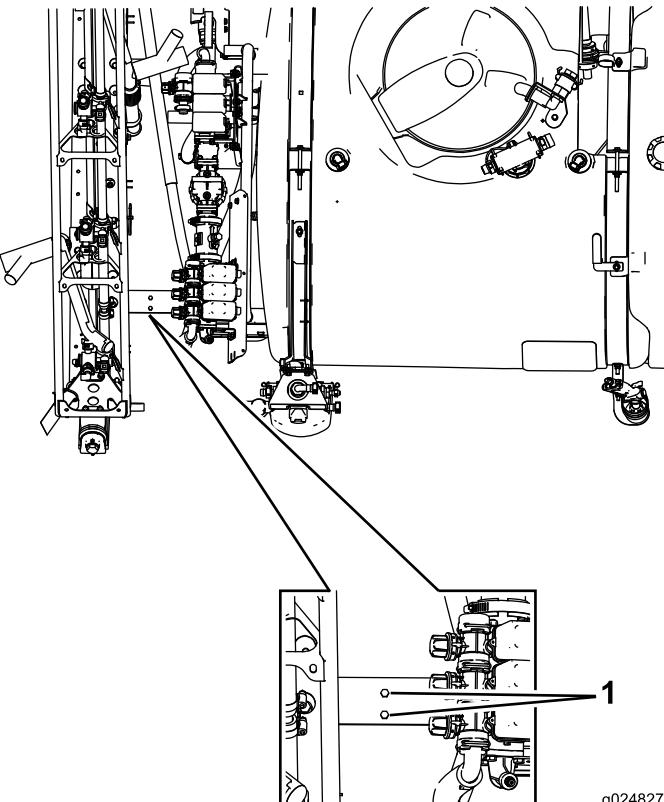

Figura 19
- Utilizzate una punta da trapano da 1/4 poll. per praticare 2 fori sul telaio (Figura 19).